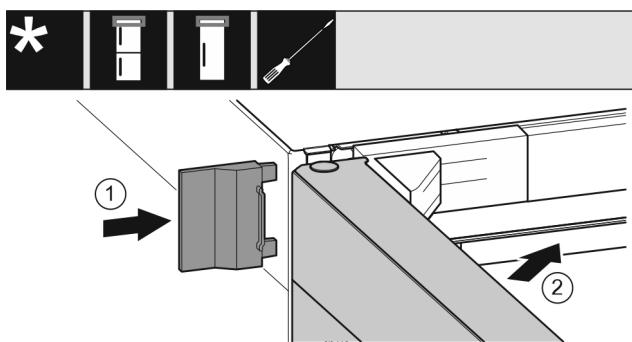

Fig. 25
- Nasuňte vonkajší kryt Fig. 25 (1).
- Zavorte horné dvere Fig. 25 (2).